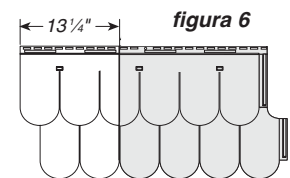

figura 6
8) Remueva 337 mm. (13 ¼ pulg.) del lado izquierdo, midiendo desde el panel superior, cortando justo a través del panel inferior como se muestra en la Figura 6. (Observe la pequeña marca en la superficie del panel). Perfore un orificio de 4.8 mm (3/16 pulg.) en el centro del doblé para clavar y clave el siding a través de este orificio para controlar la dirección de la expansión y contracción.